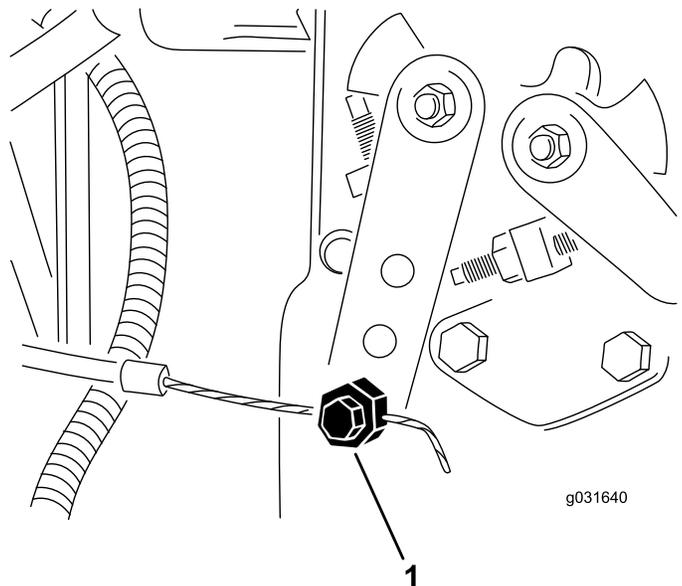

図 62
2. 噴射ポンプのレバーアーム 図 62の部分にあるスロットルケーブルのコネクタをゆるめる。